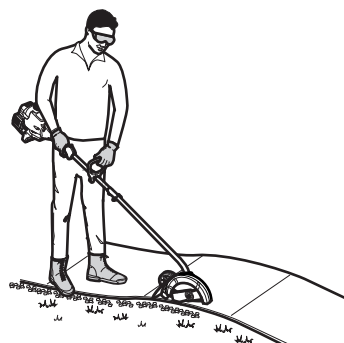

Fig. 11
- **Bordeadora:** Sostenga la unidad de modo que haga contacto fácilmente con la césped, sin necesidad de inclinarse (Fig. 11).